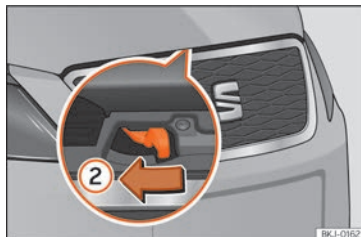

Abb. 280 Hebel unter der Motorraumklappe.
»» **Abb. 280** ②. Die Fanghaken werden entriegelt.